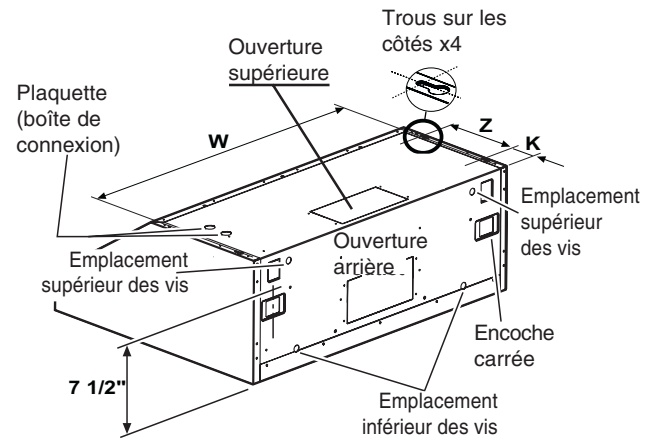

Figure 6a
4. Après avoir déterminé la hauteur d'installation de la hotte, tracer une ligne horizontale à une distance de la cuisinière de **19 cm** (7 ½ «) au-dessus de la hauteur choisie, voir Figure 6a.